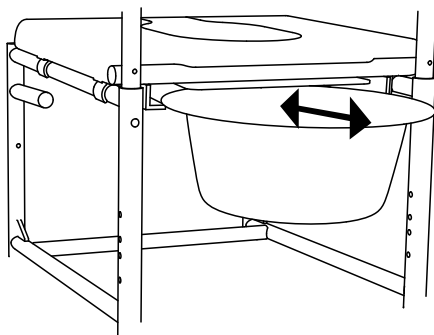

Abb.17
1. Ziehen Sie den Eimer dazu nach hinten heraus (Abb. 17).